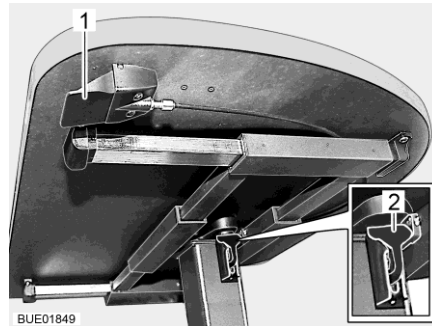

Bild 87 Lyftbord med frigöringsknapp
- Dra eller tryck låsarmen (Bild 87,2) nedåt.
- Tryck låsarmen (Bild 87,2) uppåt.
- Tryck på frigöringsknappen (Bild 87,1) och håll den intryckt. Bordsskivan åker själv upp till det övre ändläget.
- Släpp frigöringsknappen (Bild 87,1). Bordsskivan stannar i den valda positionen.
- Tryck på frigöringsknappen (Bild 87,1) och håll den intryckt.
- Släpp frigöringsknappen (Bild 87,1). Bordsskivan stannar i den understa positionen.